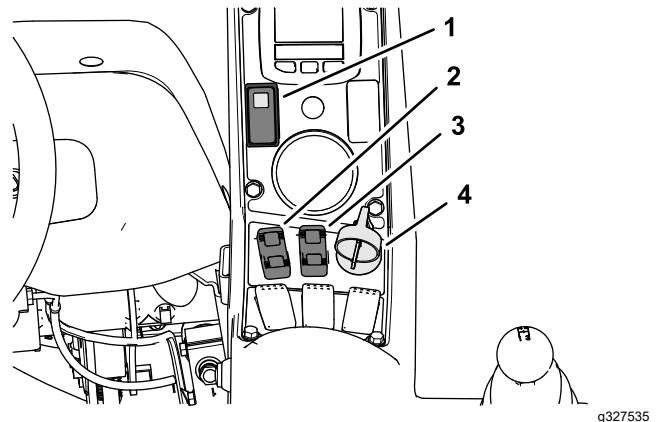
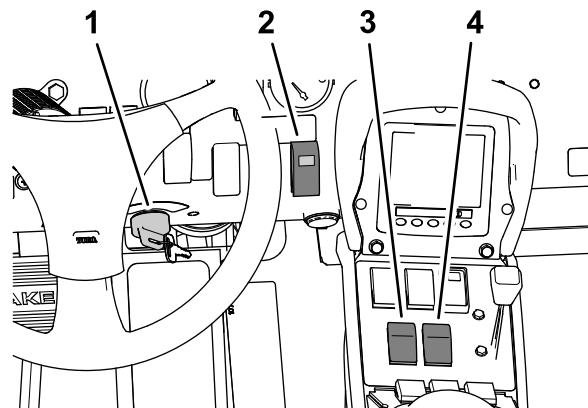
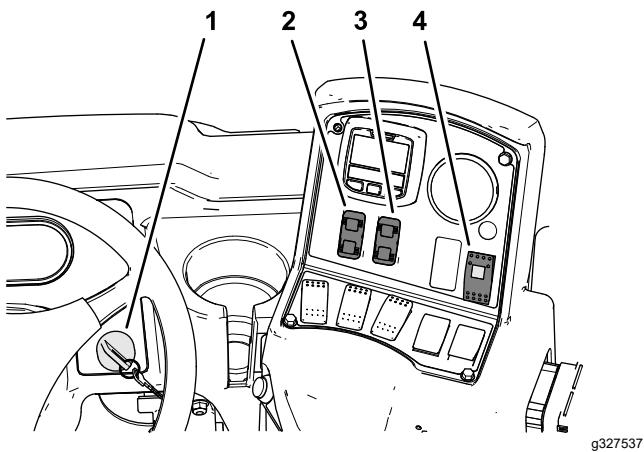

图 41
图 42
图 43
4. 将超声波喷洒臂开关按压至 ON 开启位置 图 41、图 42 或 图 43。